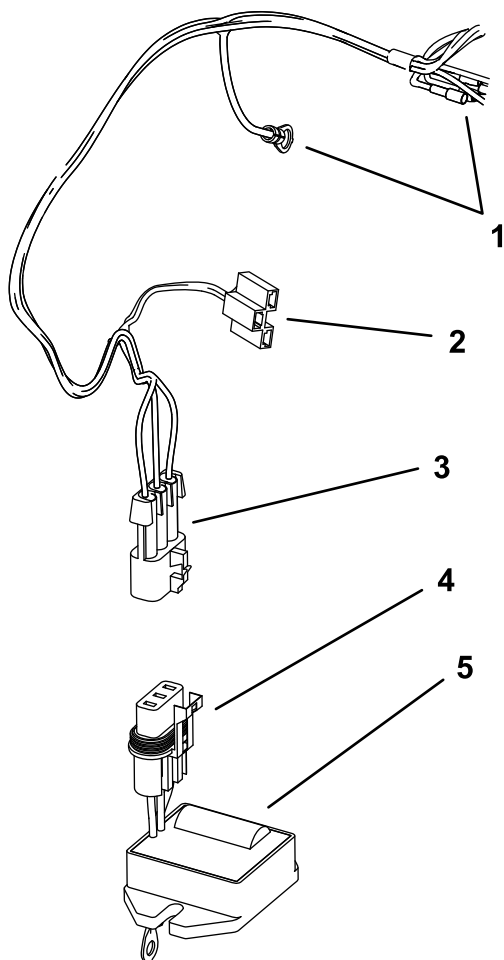

Figura 2
- Collegate il connettore del regolatore al cablaggio preassemblato del Kit contaore wireless (Figura 2).